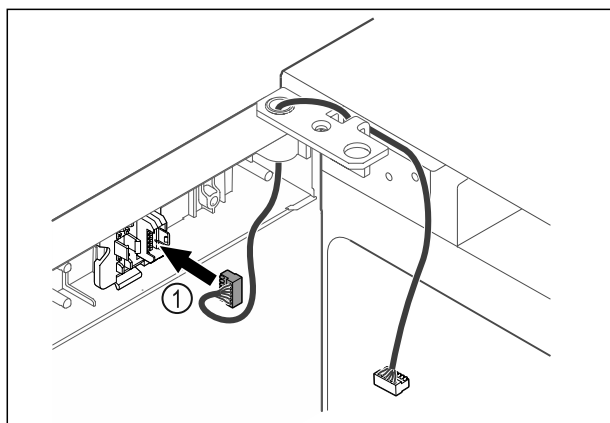

Fig. 47
- ▶ Sæt stikket Fig. 47 (1) i stikholderen.